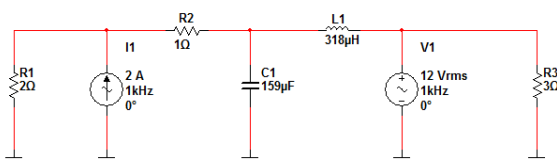

Рис. 13.11 Коло змінного струму
1. Визначте діюче значення напруги на вузлах 1 і 2 схеми на рис. 13.11, а також діюче значення струму через катушку L1 при частоті 1 кГц.